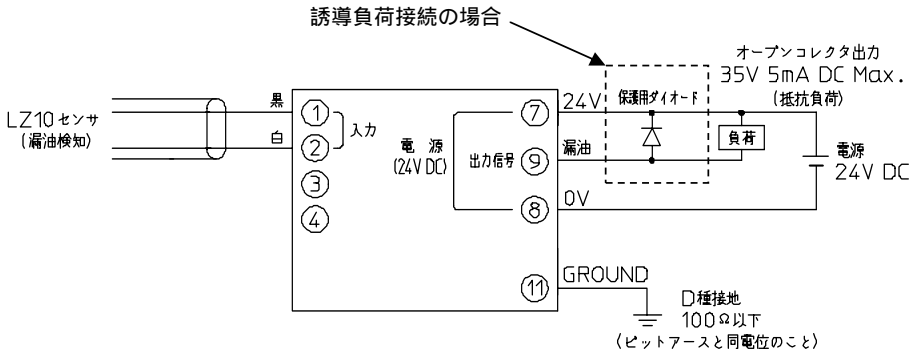

図 3-2
- (1) 端子に結線してください。ビスの固定は必ず工具を使用してください。端子ビスには M3.5 ねじを使用しているため、圧着端子は R1.25-3.5 または同等サイズを使用してください。端子配線は図 3-2 を参照して行ってください。
- (2) センサケーブルには、極性はありません。どちらを接続しても動作します。
出力信号はオープンコレクタ出力です。リレー等の誘導負荷を接続される場合は、逆起電力が掛かると電子部品が破損する可能性がある為、負荷接続時に保護用ダイオードを接続してください。(図 3-2 参照)